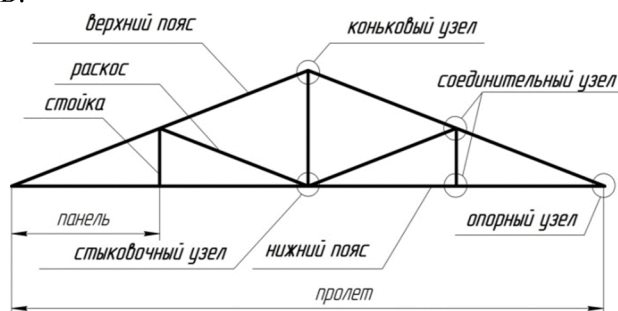

Рисунок 1 – Элементы плоской фермы
5. Изобразить элементы фермы (рисунок 1) и схемы соединительного и стыковочного узлов (рисунки 3 и 4)
Строительная ферма (рисунок 1) — это металлическая структура, состоящая из отдельных наклонных раскосов или вертикальных стоек, которые соединены между собой в отдельные узлы, расположенные на нижнем и верхнем поясе фермы с помощью сварных соединений, их совокупности образуют жесткую конструкцию. Связанные стойки равномерно распределяют нагрузку по всей конструкции фермы, которая передает ее через опорные колонны на фундамент. При этом верхний пояс работает на осевое сжатие, а нижний на растяжение.